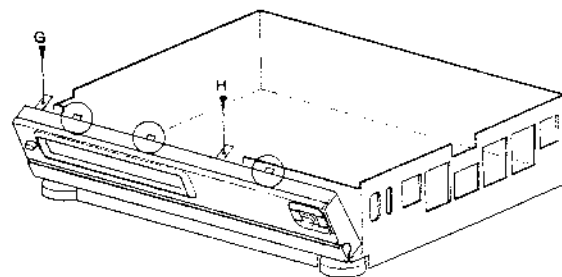

FIG. 2-2
- Die Schrauben G und H (siehe Fig. 2-2) lösen.
- Die Bedienungsplatte ist mit vier Einschnappkonstruktionen (siehe Fig. 2-2) auf der Unterseite verriegelt. Durch Entriegeln dieser Einschnappkonstruktionen lässt sich die ganze Bedienungsplatte kippen. Nun lässt sich die Bedienungsplatte dem Gerät entnehmen.